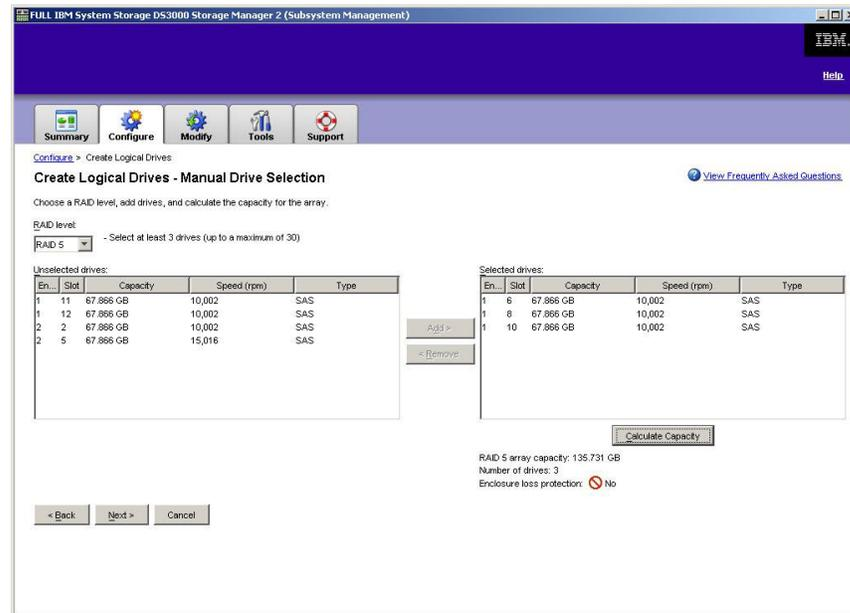

Figure 21. Ecran Manual Drive Selection
8. Lorsque le panneau **Manual Drive Selection** s'affiche (voir figure 21, à la page 79), sélectionnez le niveau RAID. Sélectionnez les unités dans la zone **Unselected drives**, puis cliquez sur **Add** pour les déplacer vers la zone